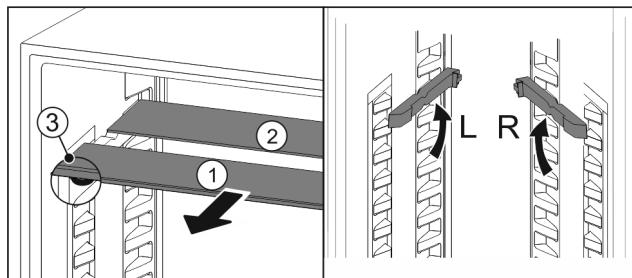

Fig. 24
- Vytiahnite sklené dosky jednotlivo dopredu Fig. 24 (1).